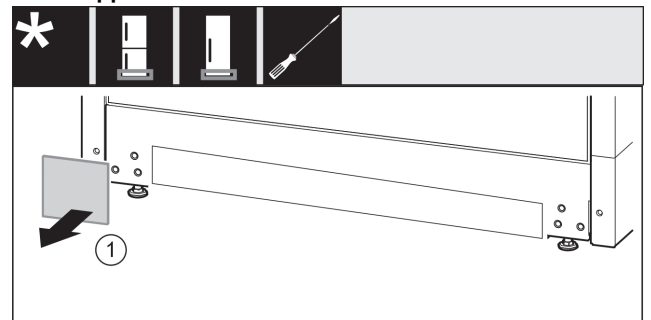

Fig. 16
- ▶ Afdekking Fig. 16 (1) wegnemen.